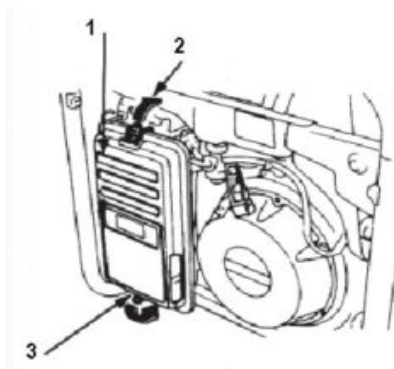
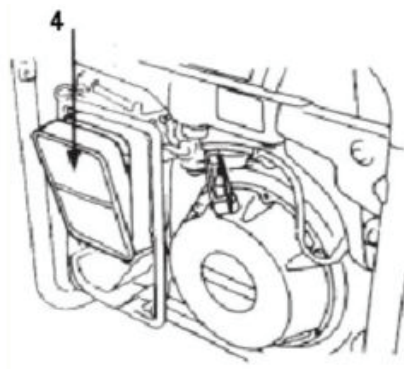

Рис. 5. Снятие воздушного фильтра
Рис. 6. Снятие фильтрующего элемента
8.7.1. Отстегнуть зажимы (2, 3) крышки воздушного фильтра (1), см. рис. 5, снять крышку и достать фильтрующий элемент (5), см. рис. 6.